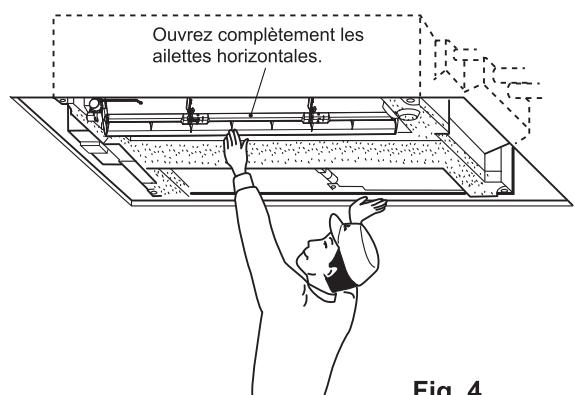

Fig. 4
- Abra completamente los deflectores horizontales de la unidad interior. (Fig. 4)
- Ouvrez complètement les ailettes horizontales de l'unité interne. (Fig. 4)